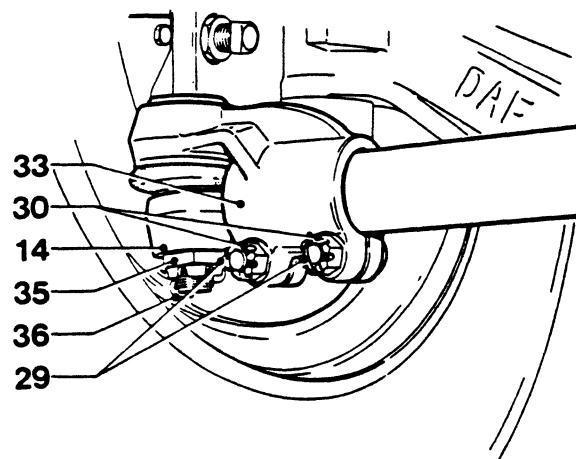

Fig. 1
- Verwijder, indien nodig, de splitpennen 29 uit de kroonmoeren 30 van de klemstukken aan de uiteinden van de spoorstang (Fig. 1).